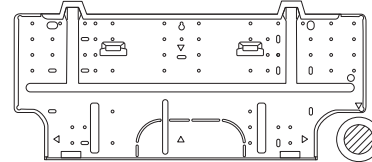

Abb. 3-38
- (1) Die Rückwand mit den 8 mitgelieferten Schrauben an der Wand befestigen. (Abb. 3-38)